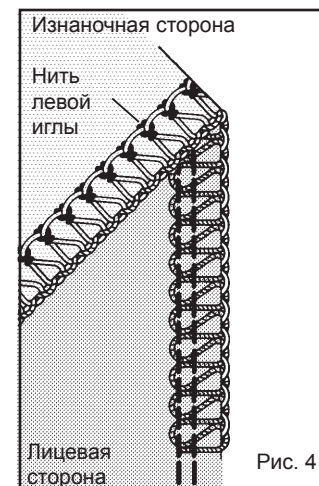

Рис. 4
В таком случае следует заменить стежковый язычок (A) на (B), чтобы получить аккуратную строчку (рис. 4).